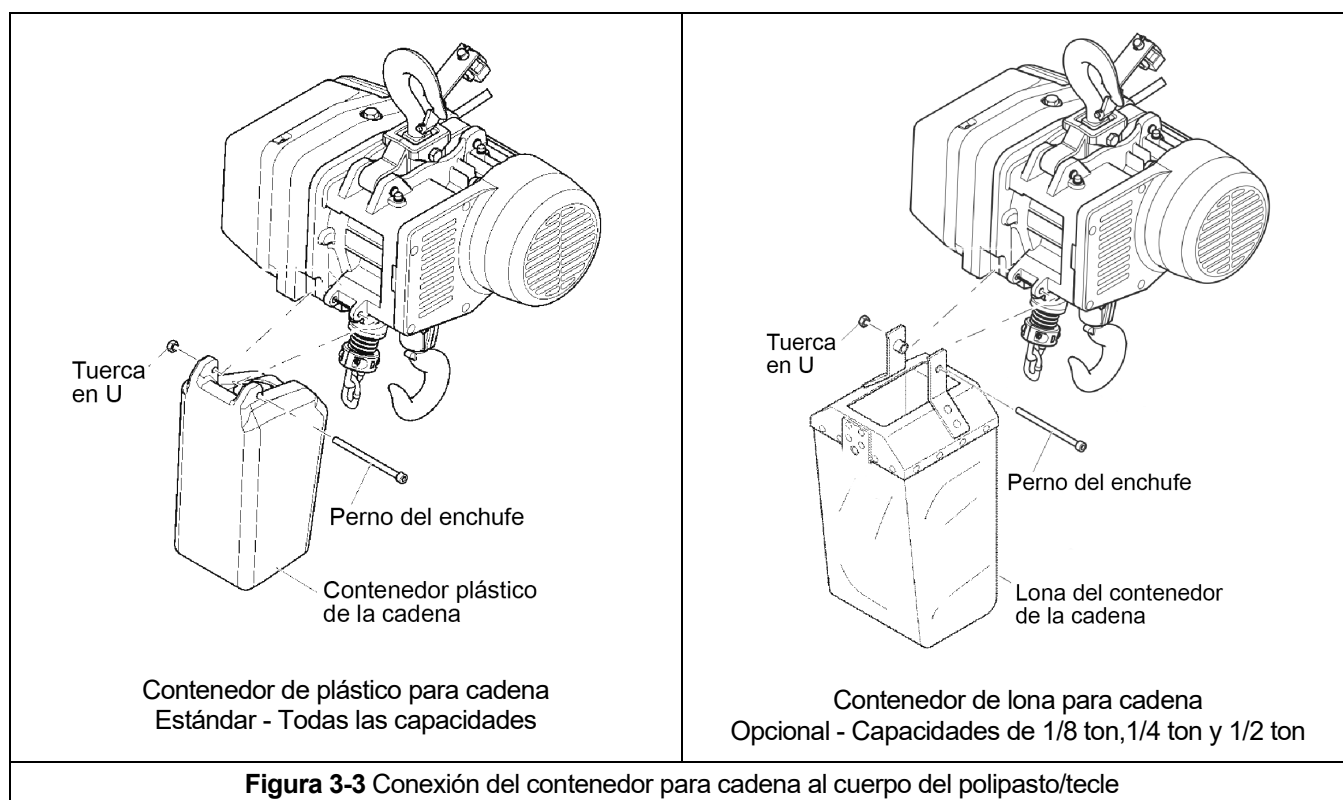

Figura 3-3 Conexión del contenedor para cadena al cuerpo del polipasto/tecle
3.2.2 Contenedor de plástico estándar para cadena (todas las capacidades) o contenedor de lona opcional para cadena (solo para las capacidades de 1/8 ton, 1/4 ton y 1/2 ton). Si selecciona el contenedor de lona opcional para cadena, desdóblelo por completo e instálelo en el cuerpo del polipasto/tecle como se muestra en la **Figura 3-3**. El extremo libre de la cadena no se conecta al cuerpo del polipasto/tecle, y el conjunto de tope de la cadena se instala en el tercer eslabón a partir del extremo libre (consulte la **Figura 3-1**). Para colocar la cadena en el contenedor para cadena, inserte el extremo libre de la cadena en el contenedor. Tenga cuidado para evitar retorcer o enredar la cadena. NUNCA coloque toda la cadena en el contenedor a la vez. Una cadena con nudos o retorcida puede activar el interruptor de final de carrera inferior y detener el polipasto/tecle durante el descenso.